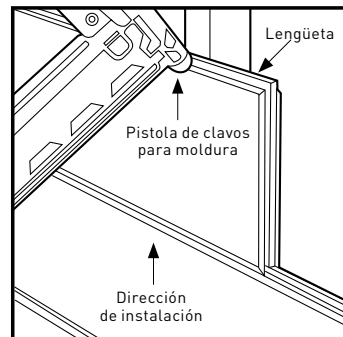

Figura 1
3. La primera columna de tabloncillos deberá clavarse a lo largo de ambos bordes. Las losas siguientes se entrelazarán y sólo necesitarán un clavo a lo largo del lado de la lengüeta. Comienza clavando el primer tabloncillo en su lugar y en las vigas, siempre que sea posible. Si no se puede clavar en las vigas, se recomienda usar un adhesivo de construcción de calidad para garantizar la instalación firme y duradera. (Figura 1)